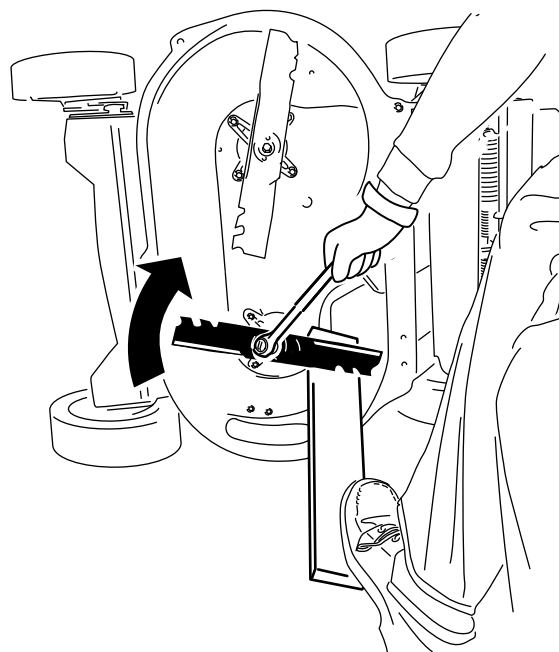

Figure 42
2. Immobilisez chaque lame à l'aide d'une planche et tournez le boulon de la lame dans le sens horaire au moyen d'une clé dynamométrique comme montré à la Figure 42; serrez le boulon de la lame à 82 N·m (60 pi-lb).